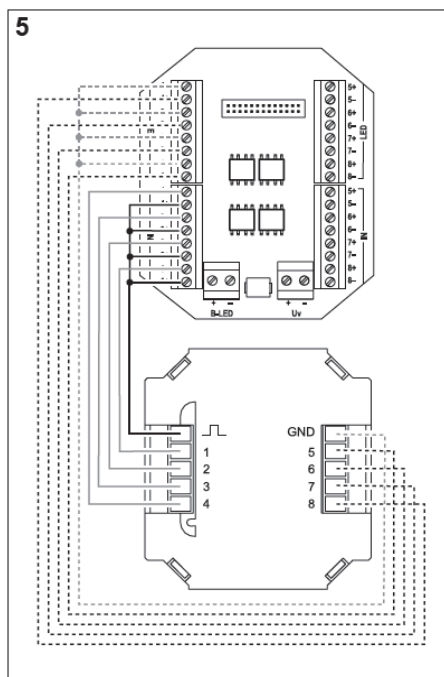

Bild 5
- Eingänge **1** bis **4** jeweils mit den Klemmen **1-** bis **4-** des **IN**-Klemmenblocks am Adapter verdrahten (Bild 5) und Schraubklemmen anziehen.